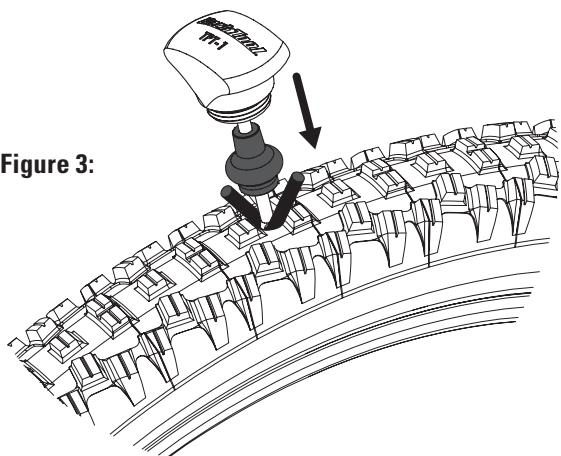

Figure 3:
5. With plug installed, insert tool into puncture. The plug will fold in half as tool is inserted (Fig. 3). Push until roughly 0.25" (6.35mm) of plug ends are still visible.
5. Führen Sie das Werkzeug mit eingesetztem Flickenstreifen in das Loch ein wobei sich der Flickenstreifen beim Einführen des Werkzeugs in der Mitte faltet (Abb. 3). Schieben Sie das Werkzeug so weit hinein bis noch etwa 6,35 mm (0,25") der Flickenenden sichtbar sind.
5. Avec la mèche en place, insérer l'outil dans la crevaison. La mèche se pliera en deux lors de l'insertion de l'outil (Fig. 3). Pousser jusqu'à ce qu'environ 0.25" (6.35mm) de la mèche reste visible.
5. Con el tapón instalado, inserte la herramienta en la perforación. El tapón se doblará por la mitad cuando se inserte la herramienta (Fig. 3). Empuje hasta que aproximadamente 0,25 "(6,35 mm) de los extremos del enchufe aún sean visibles.